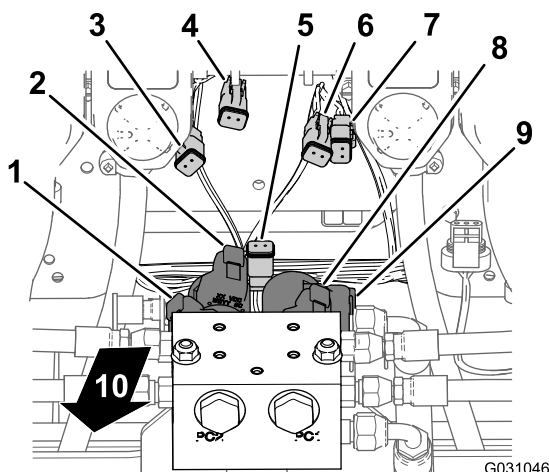
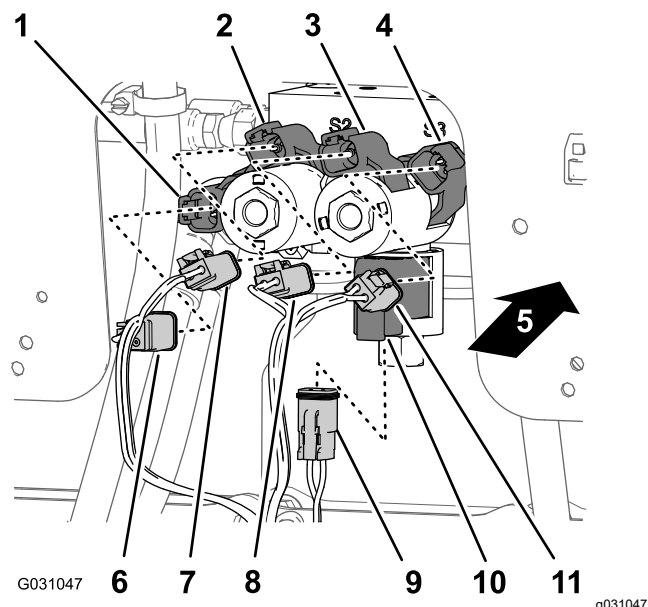

Рисунок 104
Рисунок 105
1. В нижней части коллектора подъемного цилиндра подсоедините 2-гнездовой разъем заднего жгута проводов с маркировкой **Enable Solenoid** (Электромагнит включения) к 2-штыревому разъему электромагнита включения (Рисунок 104 и Рисунок 105).
2. В месте расположения нижнего правого электромагнита подсоедините 2-гнездовой разъем с маркировкой **Right Down** (Опускание правого цилиндра) заднего жгута проводов к 2-штыревому разъему электромагнита опускания правого цилиндра (Рисунок 104 и Рисунок 105).
- к 2-штыревому разъему электромагнита подъема правого цилиндра (Рисунок 104 и Рисунок 105).
- В месте расположения нижнего левого электромагнита подсоедините 2-гнездовой разъем с маркировкой **Left Down** (Опускание левого цилиндра) заднего жгута проводов к 2-штыревому разъему электромагнита опускания левого цилиндра (Рисунок 104 и Рисунок 105).